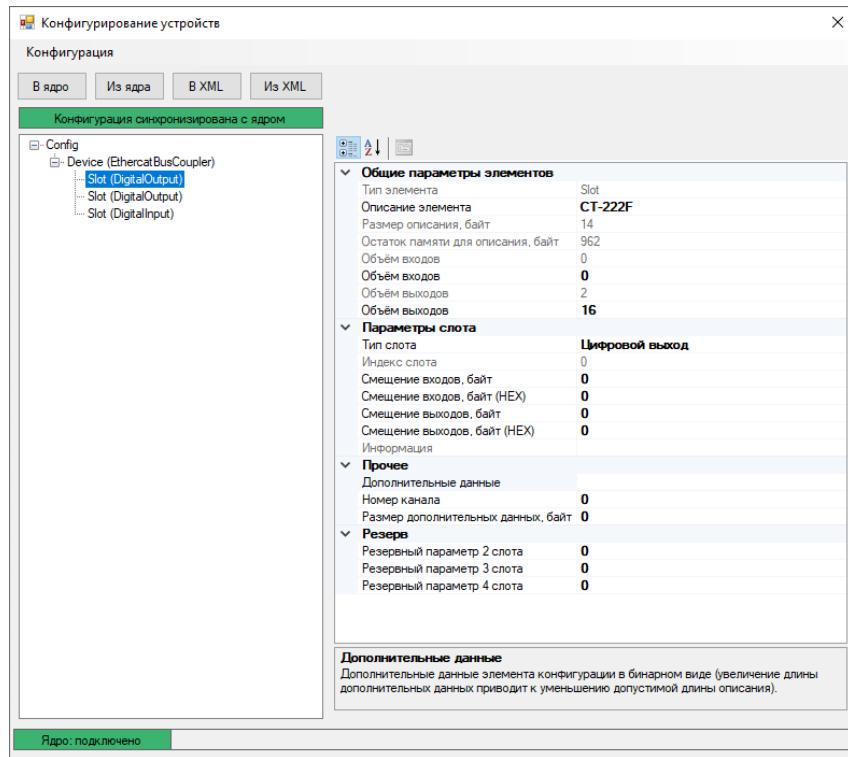
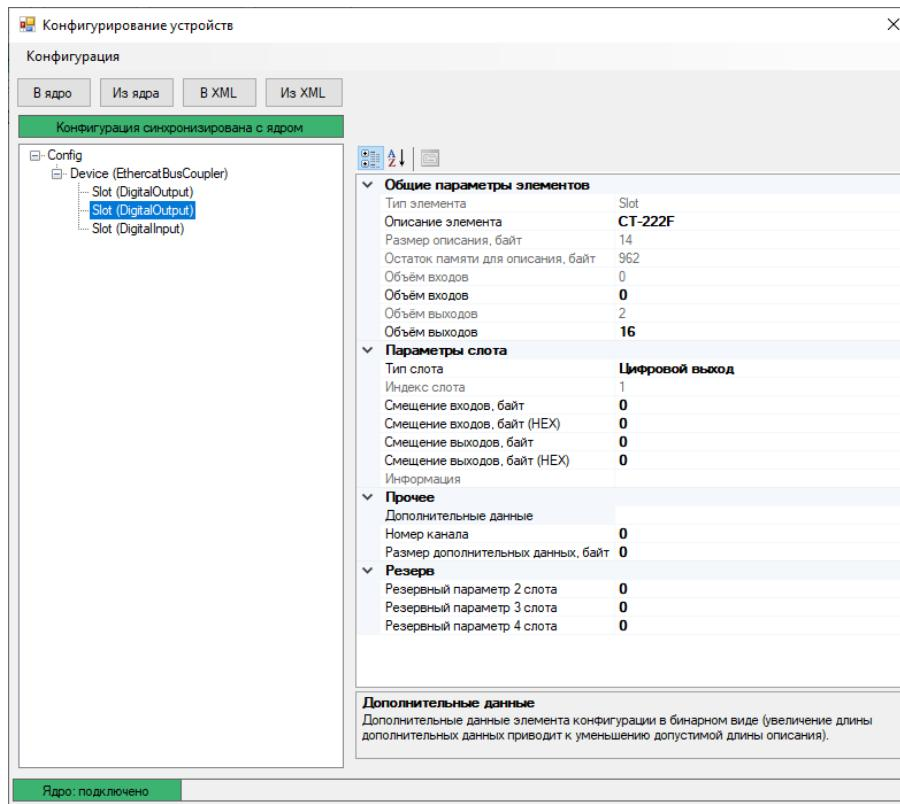
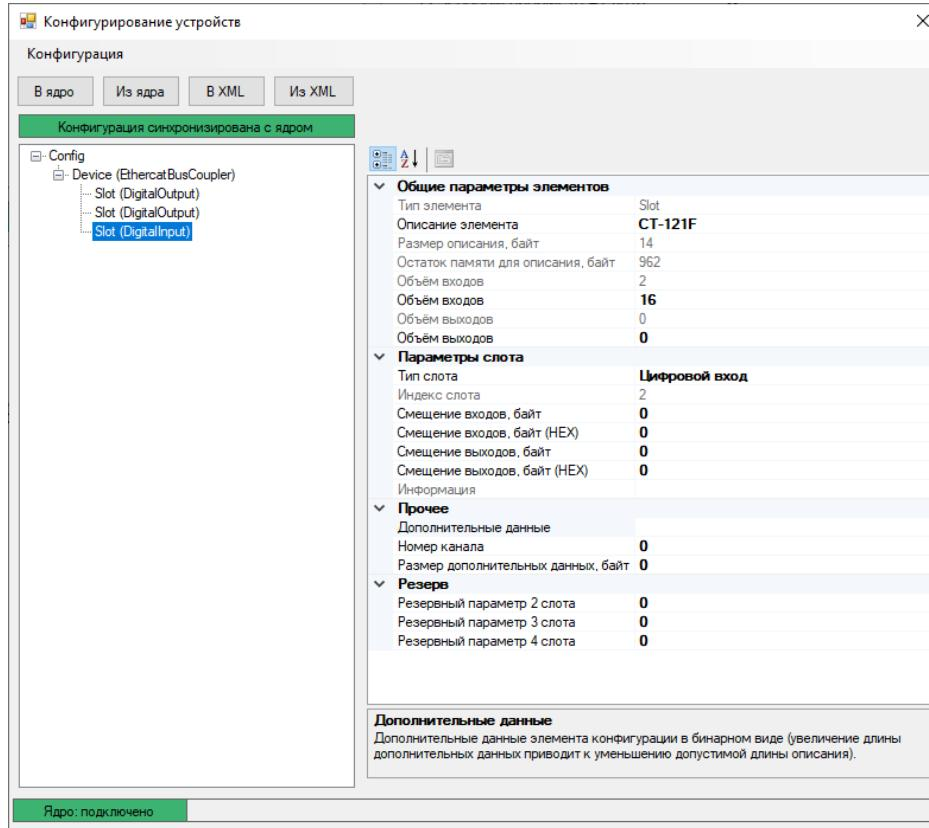

Рисунок 56 – Конфигурация первого модуля дискретных выходов СТ-222F
Рисунок 57 – Конфигурация второго модуля дискретных выходов СТ-222F
Рисунок 58 – Конфигурация модуля дискретных входов СТ-121F
- создать и сконфигурировать два дочерних слота, соответствующих модулям дискретных выходов СТ-222F (Рисунок 56 и Рисунок 57), и слот, соответствующий модулю дискретных входов СТ-121F (Рисунок 58):